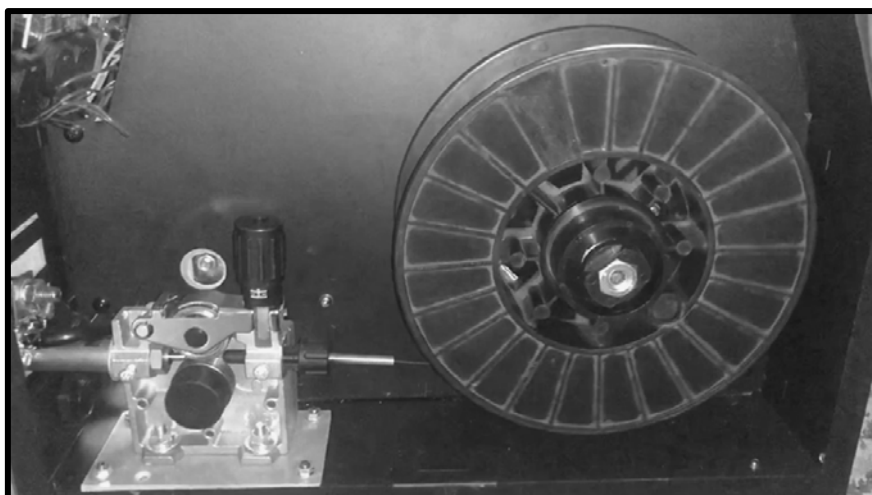

Рис.9
- Пассатижами или бокорезами откусите изогнутый кончик проволоки. Вставьте конец проволоки в приёмный канал механизма протяжки, проташите проволоку через ролик и вставьте в приёмный механизм горелки примерно на 15-20см (Рис.6 и Рис.9).